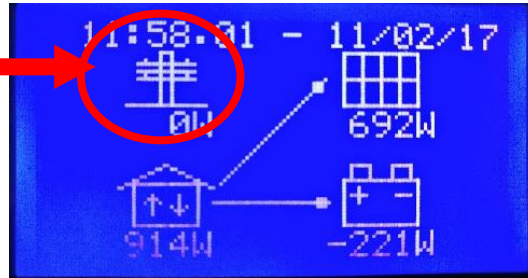

Figura 70 - Verifica n.2
- Attendere che sotto l'icona del PANNELLO compaia una potenza e verificare che: **in qualche minuto la potenza visualizzata sotto il TRALICCIO sia uguale a 0 W**, come mostrato nella foto seguente (Figura 70, Verifica n.2).